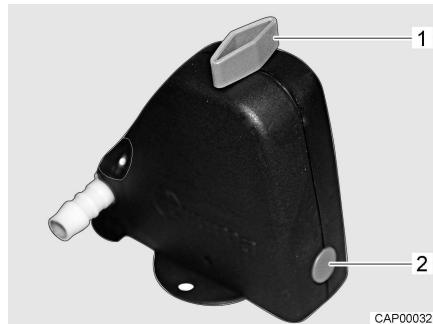
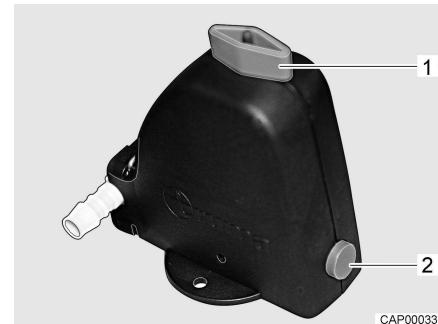

Fig. 101 Valvola di sicurezza/di scarico chiusa
Fig. 102 Valvola di sicurezza/di scarico aperta
- Aprire la valvola di sicurezza/di scarico (Fig. 101). A tal fine ruotare la manopola (Fig. 101,1) nel senso della lunghezza della valvola di sicurezza/di scarico. Il bottone automatico (Fig. 101,2) scatta all'infuori. La valvola di sicurezza/di scarico aperta è rappresentata in Fig. 102.